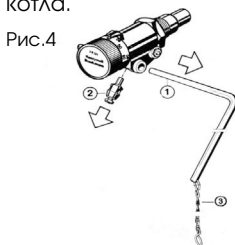

Рис.5
- в случае вертикальной установки (рис.5) используйте белые цифры.